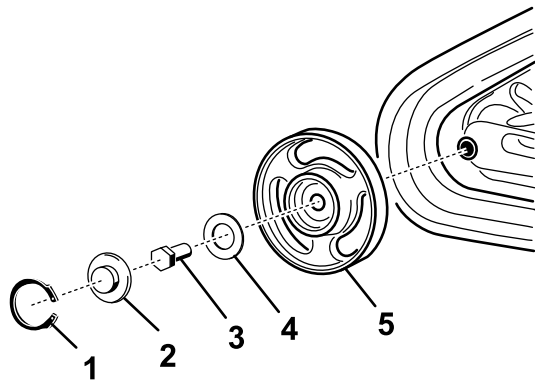

Figure 59
**Remarque:** Il pourra être nécessaire de déposer le galet de roulement extérieur avant. Pour ce faire, enlevez le circlip et le chapeau au centre du galet de roulement (Figure 59). Enlevez ensuite le boulon et le joint du centre du galet, puis déposez le galet de la machine.